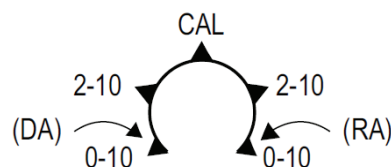

Figure 12 : Potentiomètre de réglage du signal
Les modèles M9210-GGx-1 et M9210-HGx-1 disposent de positions supplémentaires qui permettent de choisir également la plage du signal (voir Figure 12).
2. Coupez et remettez le servomoteur sous tension puis placez le potentiomètre sur 'CAL' (voir Figure 12).